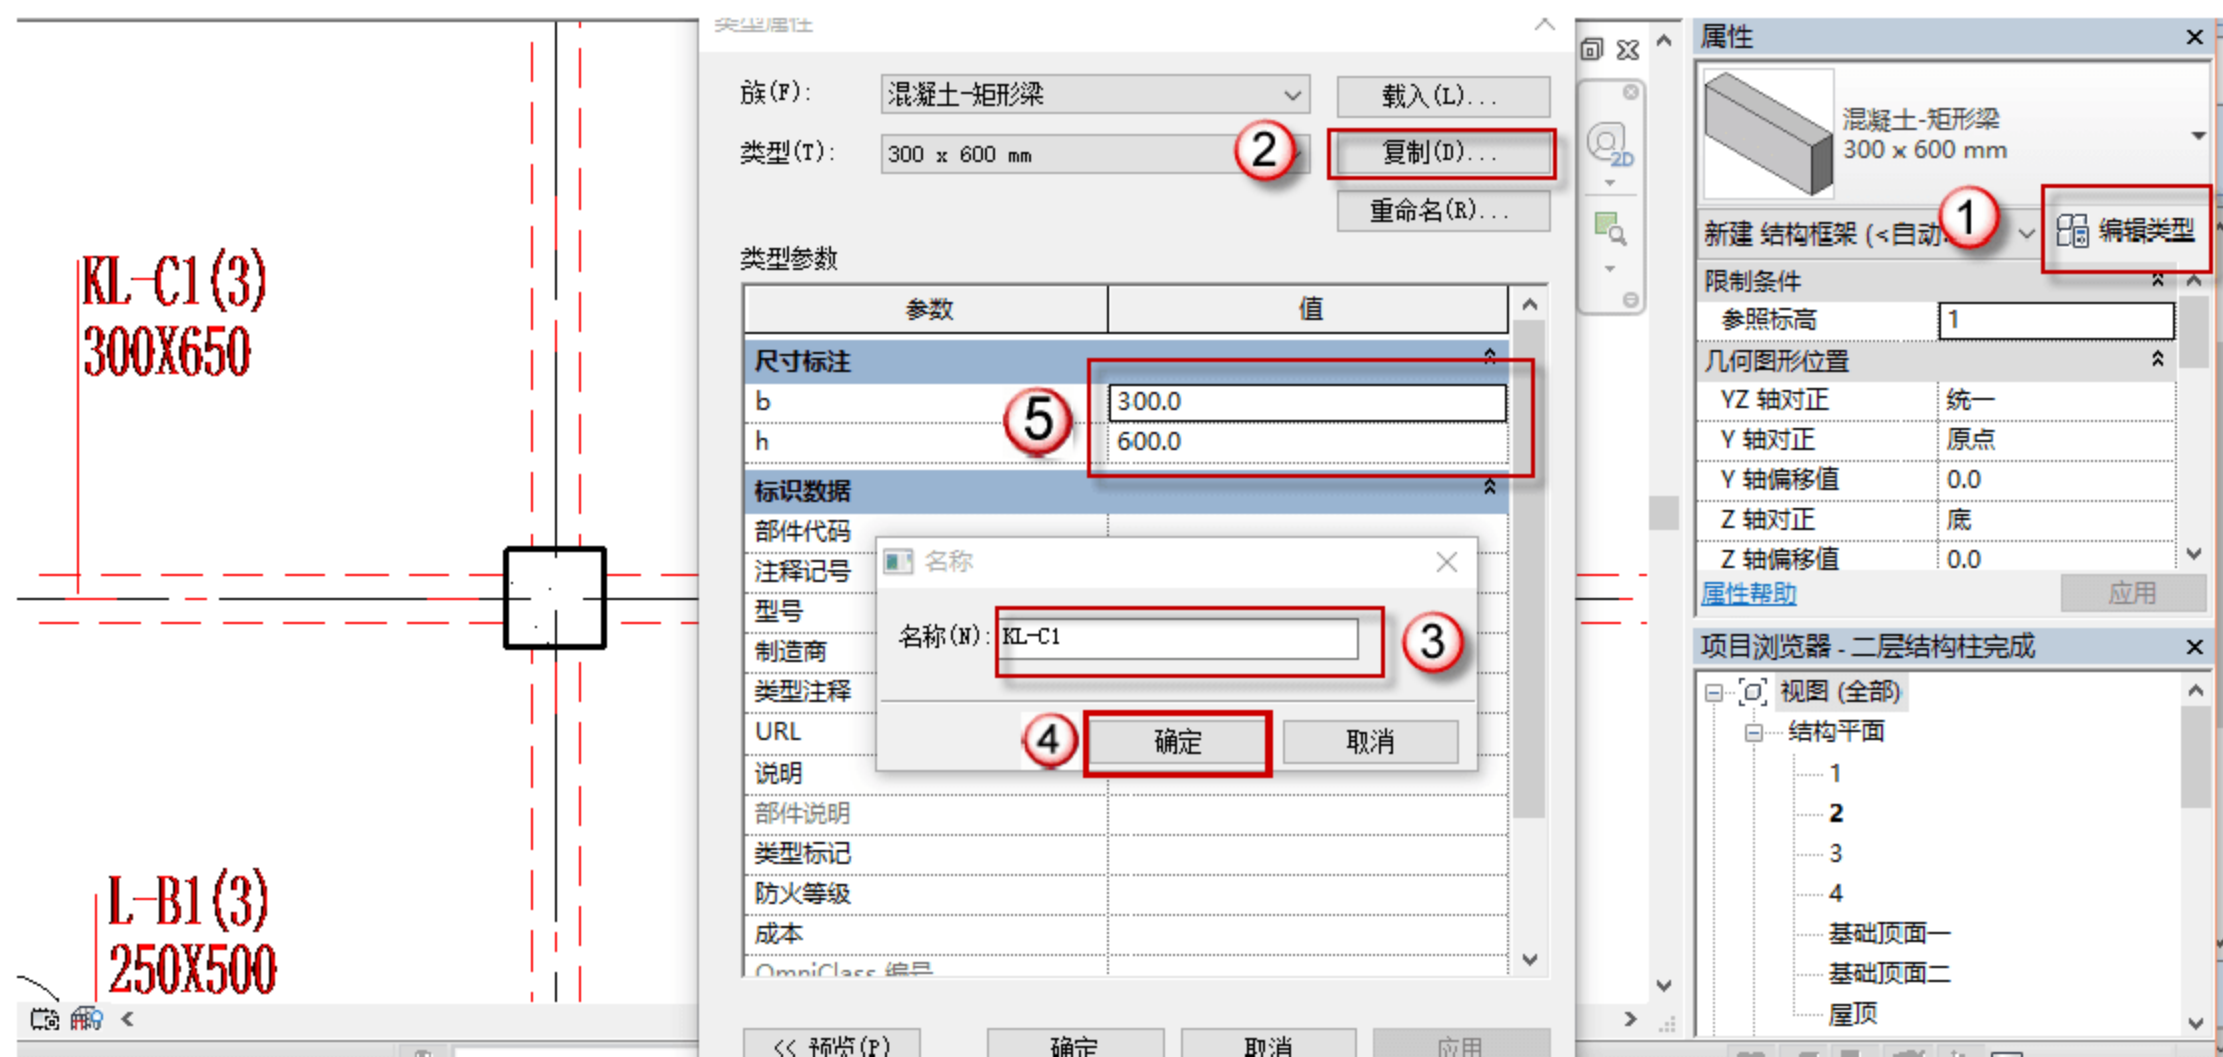

图 4.2.5 设置 KL-C1 参数
(5) 设置矩形梁 KL-C1 参数，按快捷键 B+M，出现绘制的界面，单击“编辑类型”按钮，在弹出的对话框中单击“复制”按钮，再在弹出的对话框中命名新的族 KL-C1，单击“确定”按钮。在“尺寸标注”栏设置参数，如图 4.2.5 所示。